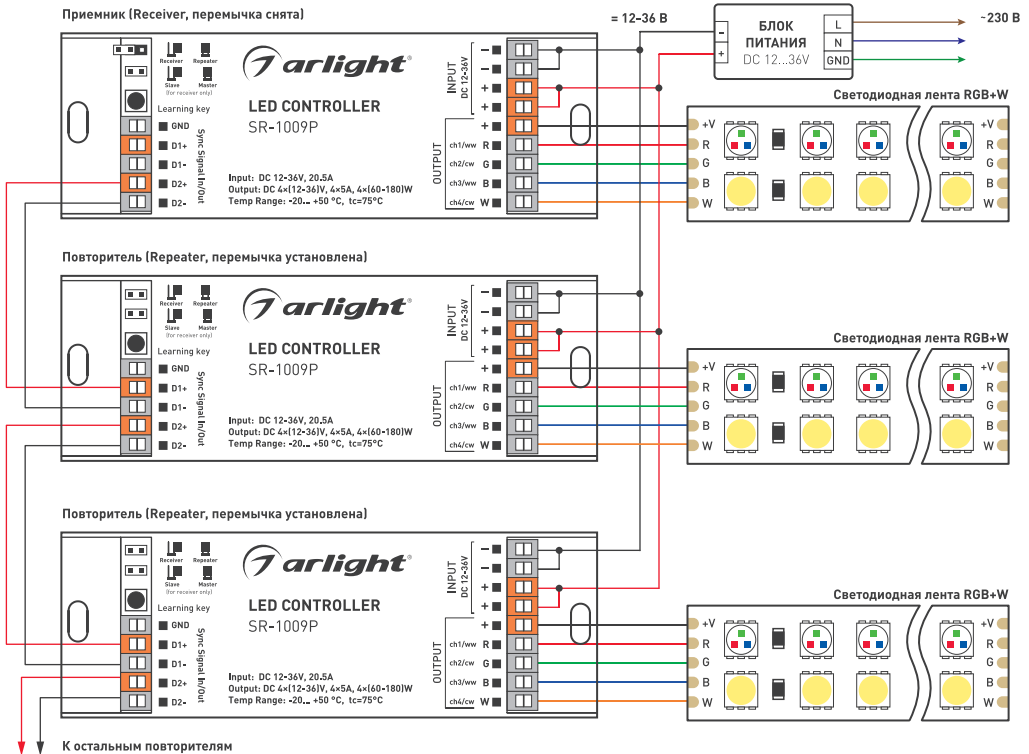

Рисунок 5. Схема подключения при синхронизации по проводам.
- Схема соединения контроллеров в этом режиме приведена на Рис. 5.